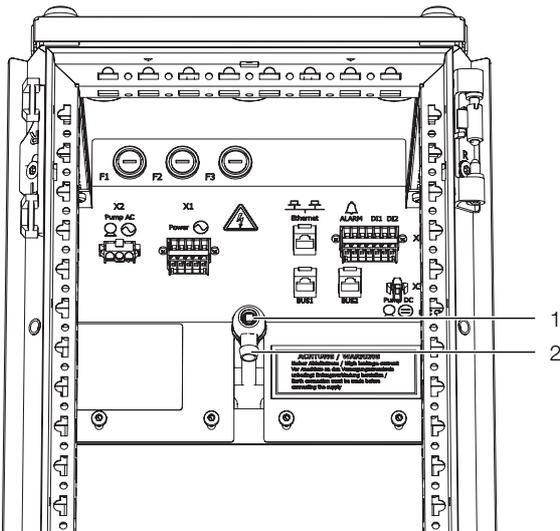

Abb. 88: Entlüftung des Wärmetauschers
- Stecken Sie den Ablaufschlauch aus dem Zubehör oben am Entlüftungsventil auf den Steckverbinder (Abb. 88).
- Öffnen Sie das Entlüftungsventil (Abb. 88, Pos. 1) mit dem Vierkantschlüssel aus dem Lieferumfang